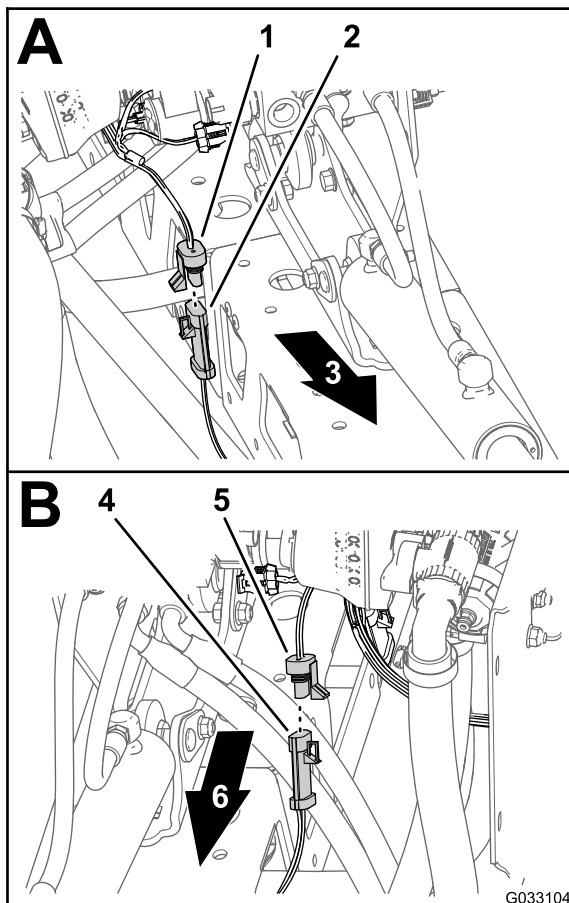

Figura 33
1. Desligue o conector de 3 tomadas da cablagem do Sonic Boom do conector de três pinos do cabo para o sensor Ultra Sonic direito (Figura 33)..
2. Desligue o conector de 3 tomadas da cablagem do Sonic Boom do conector de três pinos do cabo para o sensor Ultra Sonic esquerdo (Figura 33)..